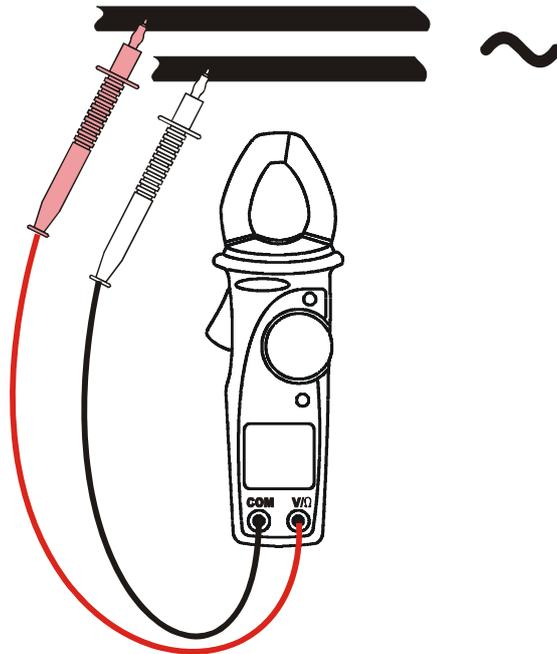

Abb. 4: Die Anwendung der Zange für AC Spannungsmessung.
2. Verbinden Sie die Meßleitungen mit den Eingangsbuchsen, der rote Stecker mit der V / Ω Buchse und den schwarzen Stecker mit der COM Buchse. (s. Abb. 4).